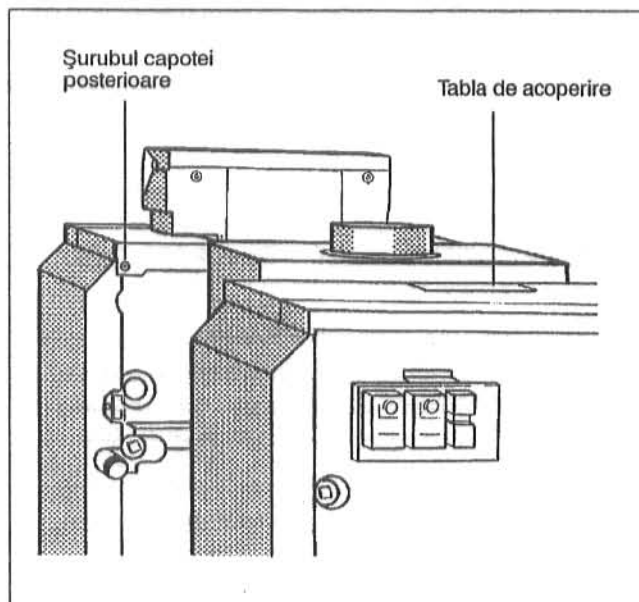

Fig. 20: Tabla de acoperire G334 XD
- Capota din spate a cazanului se înșurubează cu peretele posterior al cazanului (Fig. 20).
Tabla de acoperire se împinge pe capota posterioară și se fixează pe aceasta prin îndoirea bucățelelor de tablă (Fig. 20).